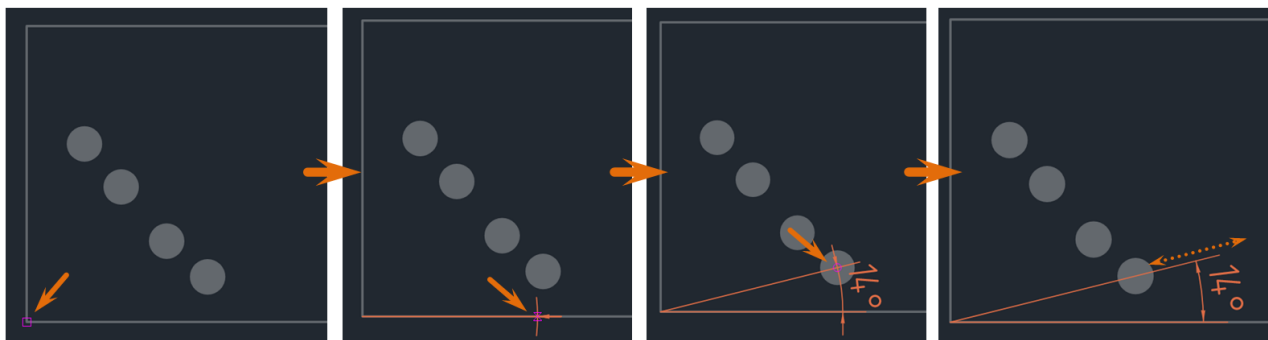

Рис. 478 Размещение угловой цепной размерной линии. Первый размер
5. Установите длину и направление выносных линий, зафиксируйте кликом левой кнопки мыши или клавишей «Enter», см. Рис. 478.